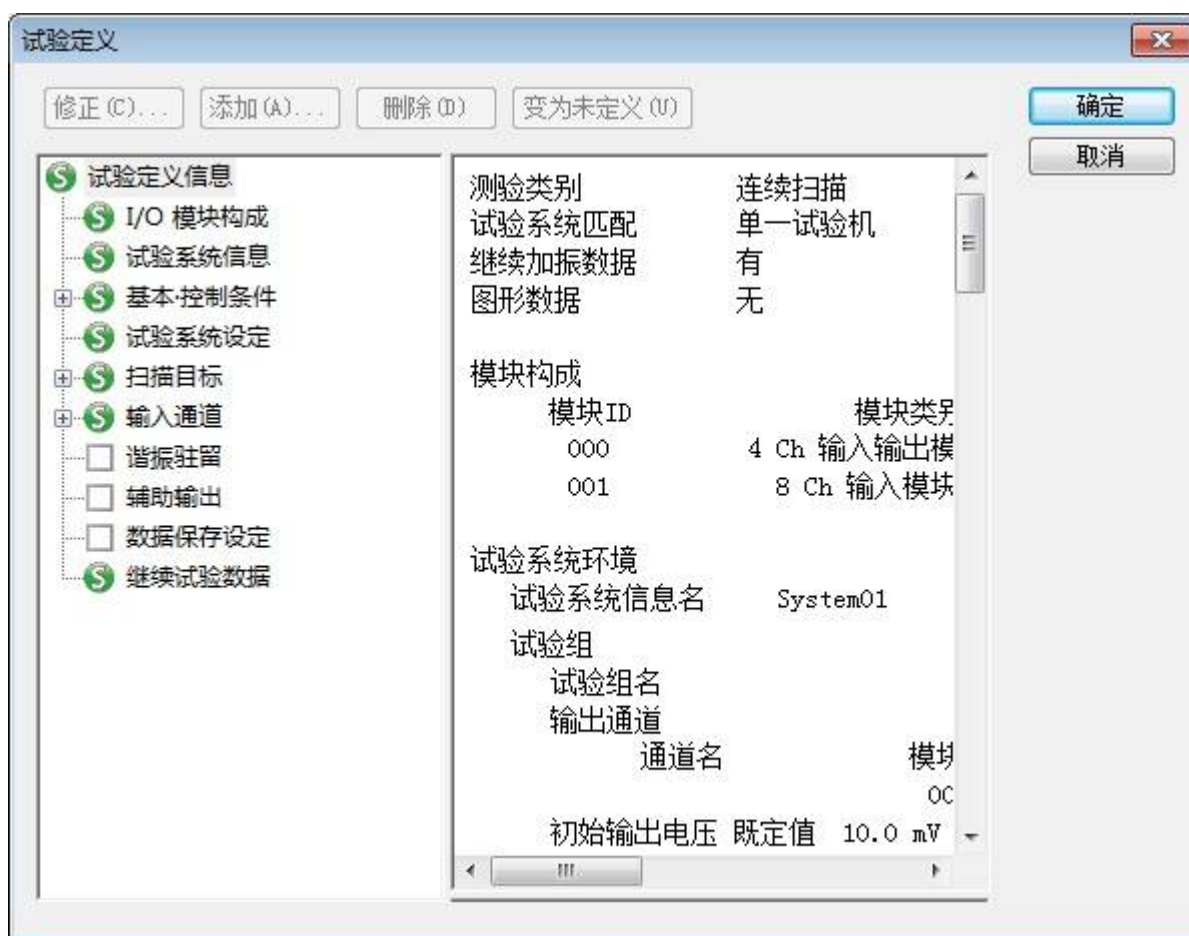

Fig. 2-2-4
在 Fig2-2-3 一按下⑤「修正」按钮，如 Fig. 2-2-4 所示 该试验定义的画面就被表示。通过这个画面能进行定义的修正。这个画面 与 K2/ SINE 等的条件定义相同，操作方法等详细说明请参照各使用说明书。